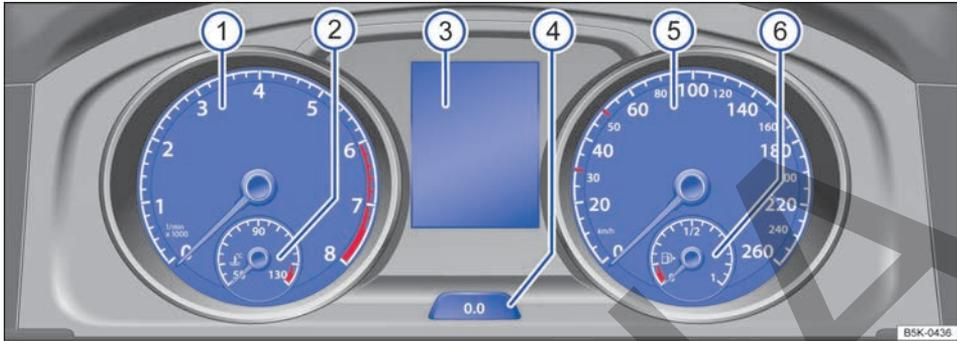

Fig. 14 En el tablero de instrumentos: cuadro de instrumentos.
Leyenda de la fig. 14:
En la pantalla del cuadro de instrumentos → **fig. 14** ③ puede mostrarse diversa información en función del equipamiento del vehículo: